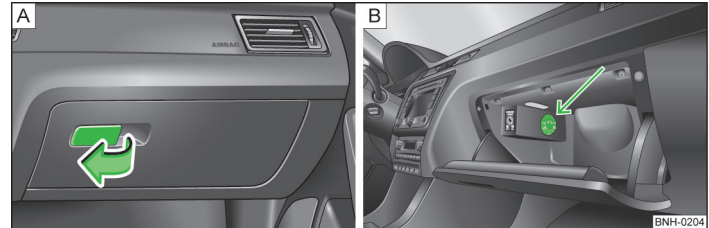

Abb. 56 Ablagefach öffnen / Luftzufuhr bedienen
➤ Den Griff der Klappe in Pfeilrichtung ziehen » Abb. 56 - **A** und die Klappe herunterklappen.
- Durch das Drehen des Drehschalters » Abb. 56 - **B** entgegen dem Uhrzeigersinn wird die Luftzufuhr geöffnet.